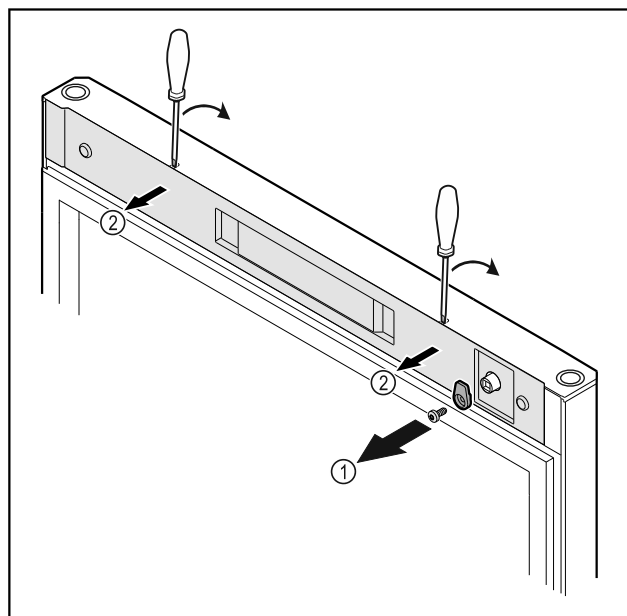

Fig. 53
- ▶ Csavarozza le a reteszelő kampót Fig. 53 (1).
- ▶ Pattintsa ki a fedelet Fig. 53 (2) egy csavarhúzó segítségével, és vegye le.